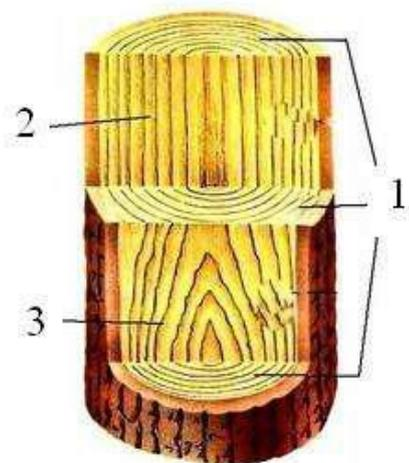

Рисунок 2. Годовые слои на разрезах ствола дерева:
- главные разрезы ствола (рис.2).
На поперечном разрезе ствола дерева годичные слои образуют концентрические окружности (рис. 2).
На радиальном разрезе (рис. 2), плоскость которого проходит параллельно продольной оси ствола дерева и совпадает с радиусом, годичные слои образуют прямые параллельные полосы.
На тангенциальном разрезе (рис. 2), плоскость которого проходит параллельно продольной оси ствола на некотором расстоянии от сердцевинной трубки, годичные слои образуют извилистые и V-образные полосы.